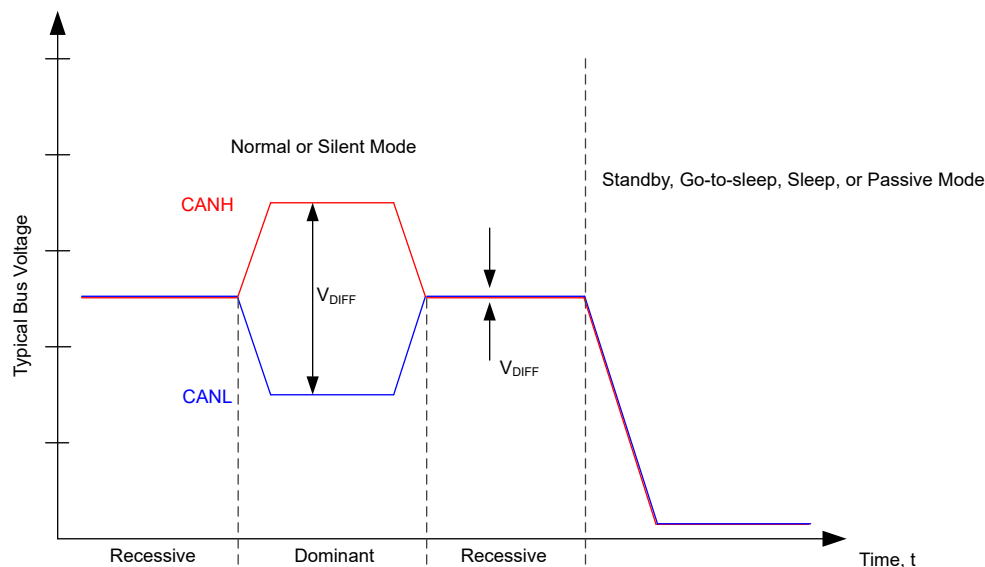

図 7-9. バスの状態
(1) x = 無関係です
(2) バスの状態と一般的なバス電圧については、図 7-9 を参照してください
CAN バスの動作時には、リセッシブとドミナントの 2 つの論理状態があります。図 7-9 を参照してください。